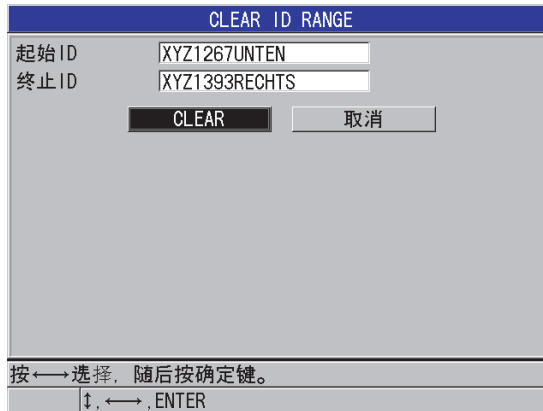

图 11-21 删除当前文件中某一 ID 范围的数据
3. 在 **CLEAR ID RANGE**（清除 ID 范围）屏幕中（参见第 195 页的图 11-21）：